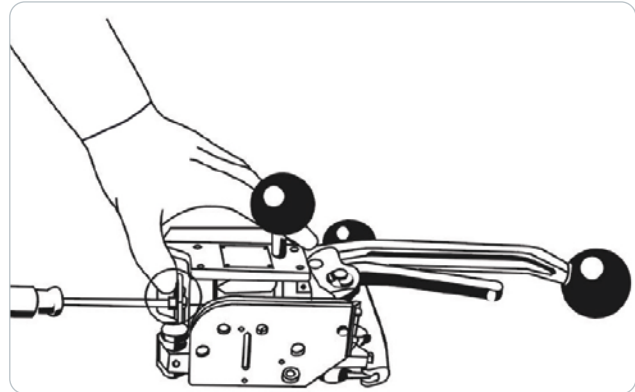

Figure 9: Ajustement de la force de poinçonnage
1. Placez le SU-M1219 sur le côté, sur une table de travail (voir figure 9).